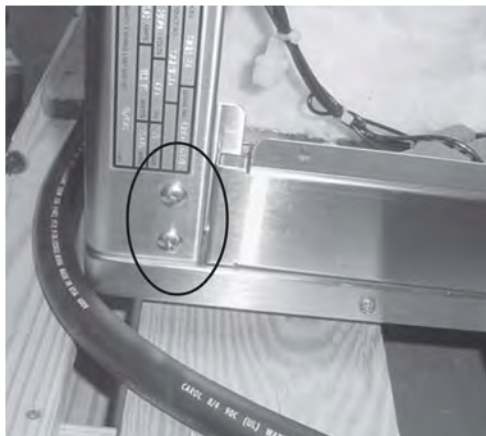

Bild 1
8. Sätt tillbaka sidopanelerna och montera staplingsfästena på var sida av enheterna såsom visas på bild 1 (sid.2-3), med de skruvar som togs bort i steg 4.
1. Använd en stjärnskruvmejsel för att ta bort skruvarna på 8, 1/4-20 x 1 in. i enhetens hörn. Bild 1.